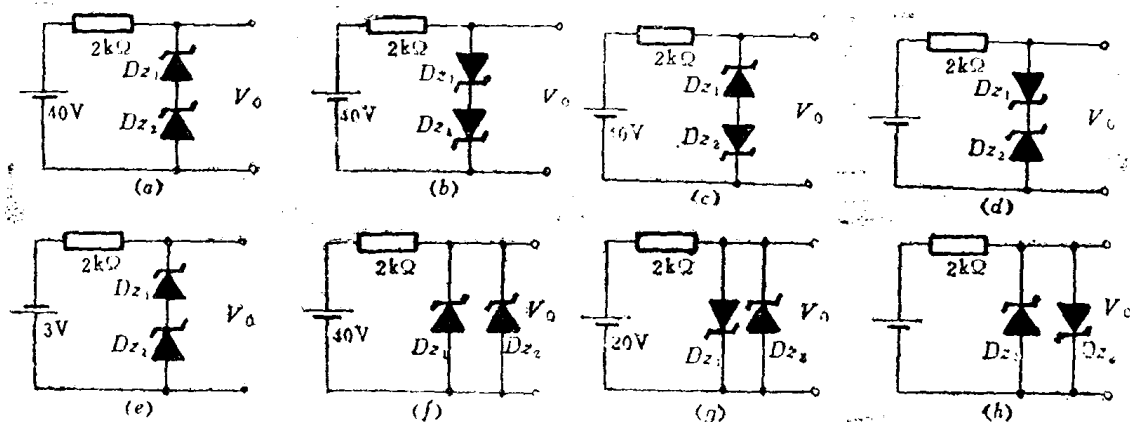

图 1-13
1.18 图1-13所示各电路中，稳压管 D_{z1} 、 D_{z2} 的稳压值分别是7V和13V，正向压